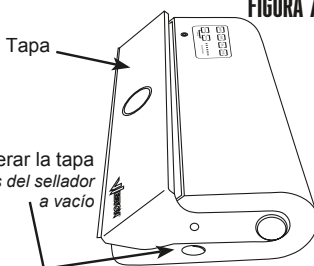

FIGURA 7
3. Oprima los dos botones para liberar la tapa (**FIGURA 7**) ubicados a ambos lados del sellador a vacío para liberar el candado de la tapa; luego levante la tapa de vacío para abrirlo.
9. NO intente abrir la tapa de vacío antes de que se haya liberado el vacío, pues se podrían provocar daños. Oprima los dos botones para liberar la tapa (**FIGURA 7**) ubicados a ambos lados del sellador a vacío para liberar el candado de la tapa; luego levante la tapa de vacío para abrirlo.